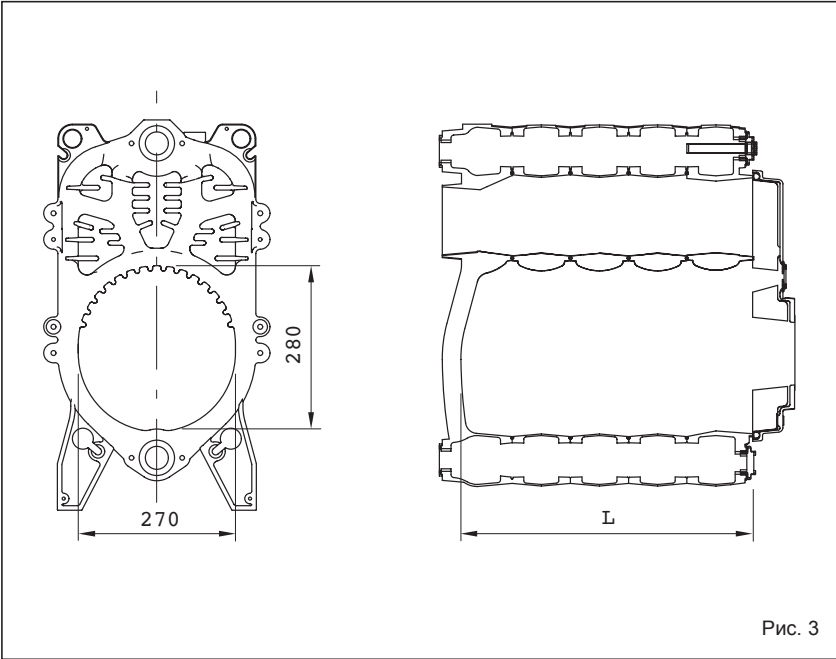

Рис. 3
1.6 КАМЕРА ГОРЕНИЯ (Рис. 3)
На рис. 3 приведены размеры камеры горения.